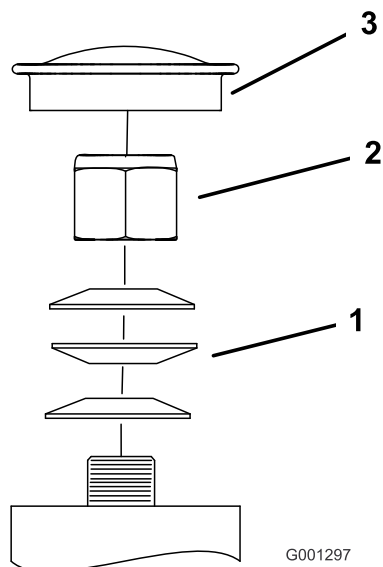

図 60
3. キャスタからダストキャップを外してロックナットを締め付ける 図 60。
4. スプリングワッシャが平たくつぶれるまでロックナットを締め付け、その位置から 1/4 回転もどすと、ベアリングに対して適切な予負荷がかかる 図 60。
重要スプリングワッシャが 図 60 のように正しく取り付けられていることを確認してください。
5. ダストキャップを取り付ける 図 60。